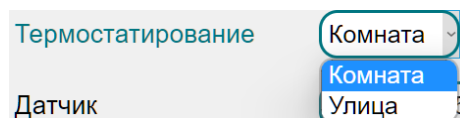

Рисунок 13
- параметр *Термостатирование* (рис. 13):